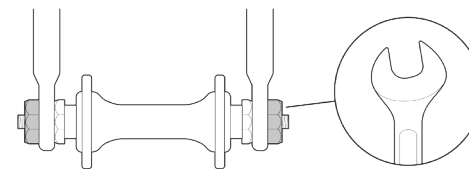

fig. 10
- Wielmoeren of- bouten met interne of externe schroefdraad die op of in de naafas worden geschroefd (wiel met boutbevestiging). (Fig 10)